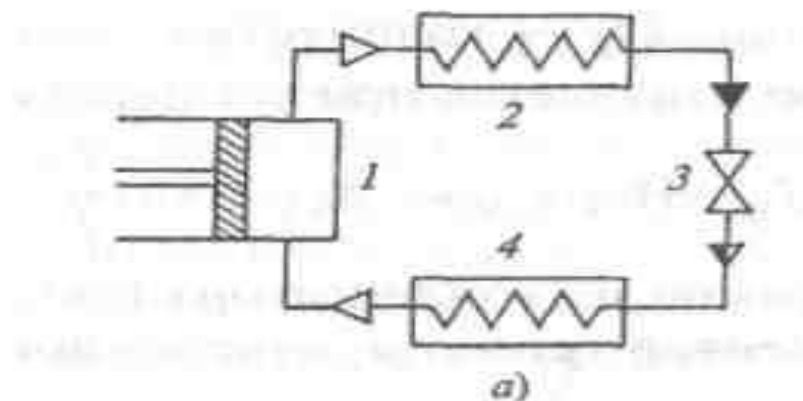

Рис. 5. Компрессионный трансформатор тепла закрытого типа:
- Компрессионные ТНУ, в свою очередь, на компрессионные открытого типа (рис. 3, 4) и компрессионные замкнутые (закрытого типа) (рис. 5).